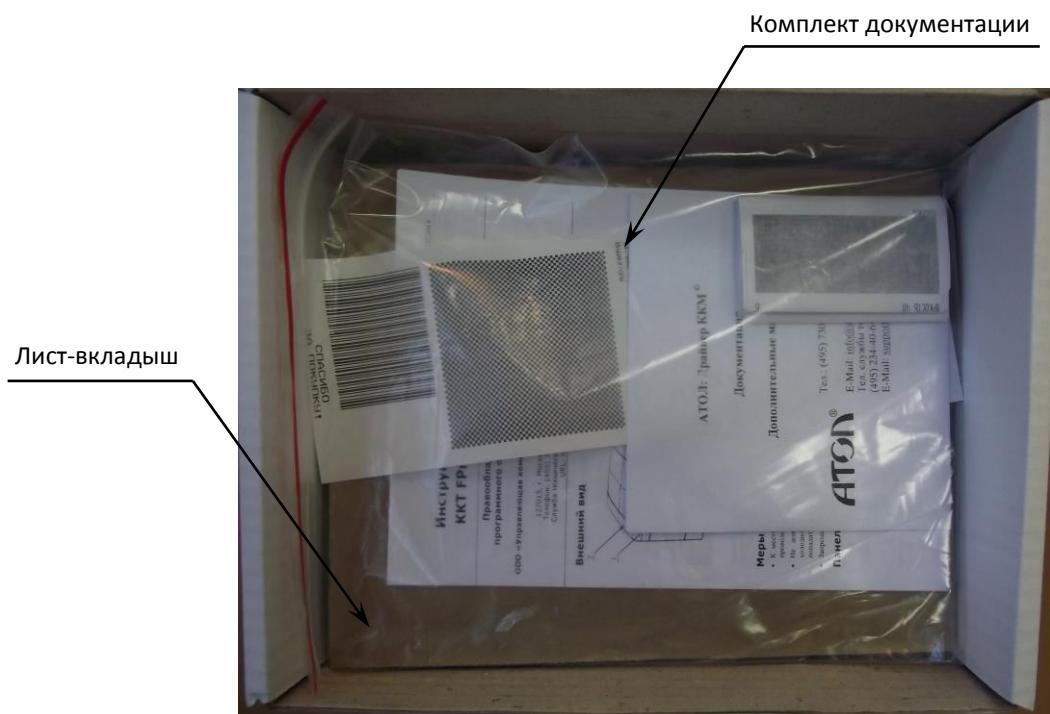

Рисунок 47. Расположение документации и диска в коробке упаковочной
- Комплект документации и диск (по требованию) помещаются в пакет 20x25 для полиграфии и располагаются поверх листа-вкладыша (смотрите рисунок 47).